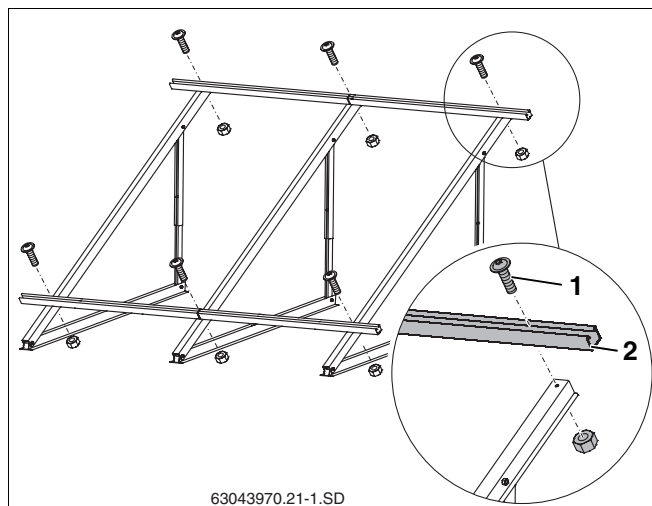

Fig. 34 Montaggio delle guide profilate (qui: per 2 collettori verticali)
- Fissare le guide profilate premontate (fig. 34, **pos. 2**) con viti M8 x 20 (fig. 34, **pos. 1**) ma senza serrarle, cosicché le guide profilate possano ancora essere allineate.